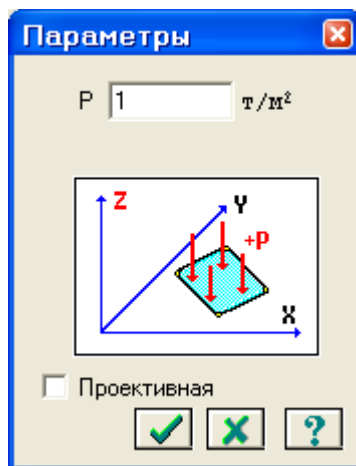

Рис.16.17. Диалоговое окно **Параметры**
- В этом окне задайте интенсивность нагрузки  $p = 1 \text{ т/м}^2$  (рис.16.17).